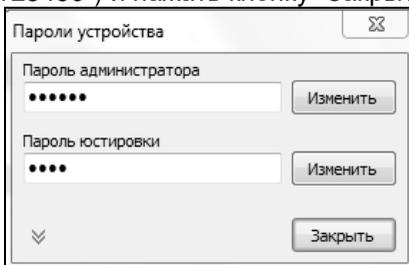

Рисунок 3
9.2 Для настройки протокола связи устройства нажать кнопку "Сервис"—>"Изменить протокол устройства". После попытки применить какие-либо изменения программа предложит ввести пароль администратора, нажать кнопку "Да". В появившемся окне ввести пароль (заводское значение – "123456") и нажать кнопку "Закреть" (рисунок 3).